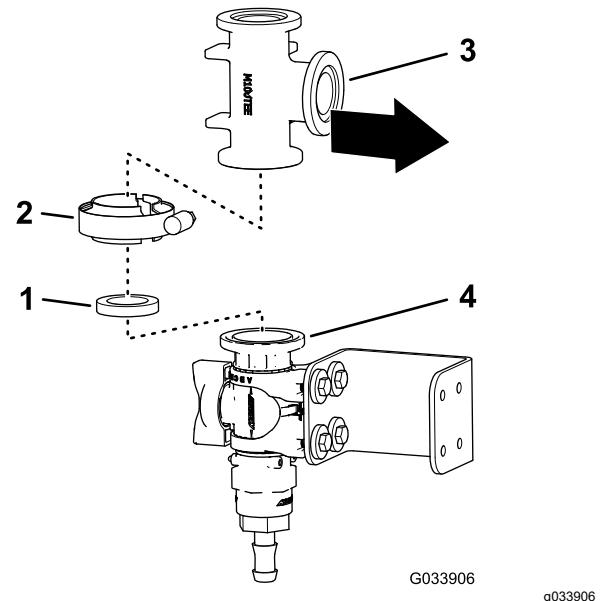
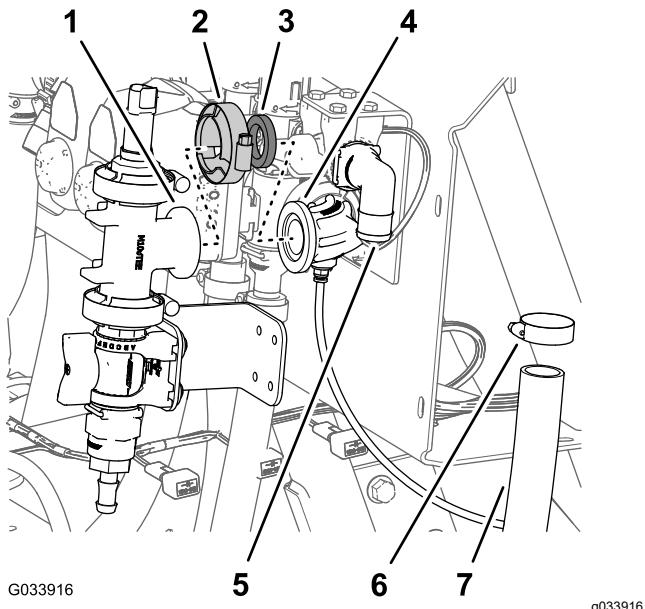
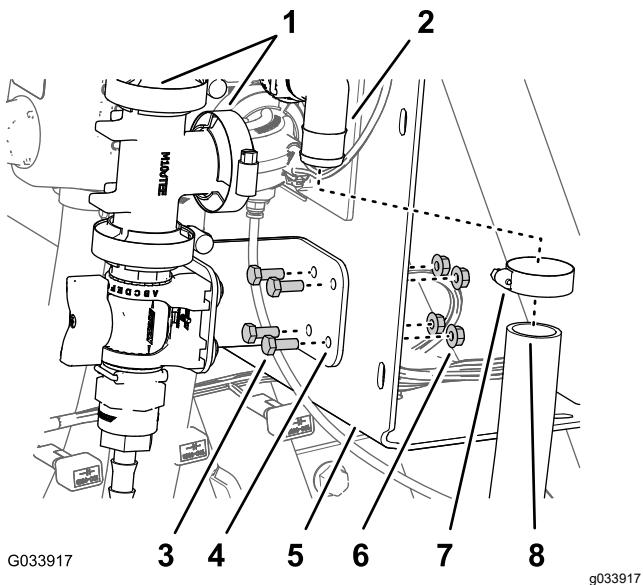

Figure 13
Figure 15
Figure 18
4. Alignez la bride du raccord en T et la bride de la vanne de commande comme montré à la Figure 13.
5. Fixez légèrement le raccord en T sur la vanne de commande avec un joint et un collier à bride (Figure 13).
1. Alignez la bride du raccord en T et la bride du raccord à 90°, comme montré à la Figure 15.
2. Fixez légèrement le raccord en T et le raccord à 90° avec un joint et un collier à bride (Figure 15).
4. Retirez le collier, le joint, et le raccord en T avec la bride du raccord à 90° doté d'un connecteur pour le tube de détection (Figure 15).
1. Alignez la bride du raccord en T et la bride du raccord à 90°, comme montré à la Figure 18.
2. Fixez légèrement le raccord en T et le raccord à 90° avec un joint et un collier à bride (Figure 18).
4. Serrez à la main le collier à bride qui fixe la vanne de commande et le (Figure 13) raccord en T, et le collier à bride qui fixe le raccord en T au raccord à 90° doté d'un connecteur pour le tube de détection (Figure 15 et Figure 18).